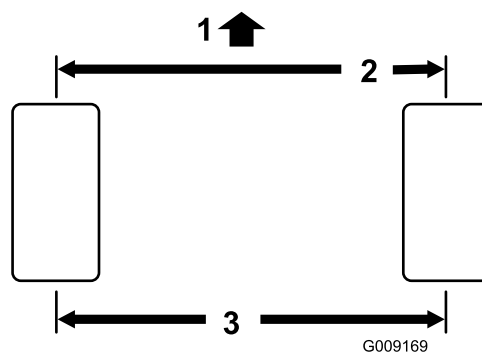

Рисунок 108
2. Измерьте межцентровое расстояние (на высоте моста) на передней и задней стороне рулевых колес (Рисунок 108).